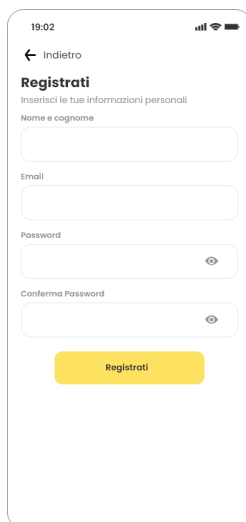

Fig. 2
- Inserire il proprio nome e cognome, indirizzo email e password e premere "Registrali" (fig.2). Successivamente arriverà una e-mail dove bisognerà confermare la registrazione dell'account.
- Enter your name and surname, e-mail address and password and press "Signup" (fig.2). Then you will receive an e-mail to confirm your account registration.
- Entrez vos nom et prénom, adresse e-mail et mot de passe et appuyez sur "S'inscrire" (fig.2).
- Geben Sie Ihren Vor- und Nachnamen, Ihre E-Mail-Adresse und Ihr Passwort ein und klicken Sie auf „Registrieren“ (Abb. 2). Danach erhalten Sie eine E-Mail, in der Sie Ihre Kontoregistrierung bestätigen müssen.
- Introduce su nombre y apellido, correo electrónico y contraseña y haga clic en "Regístrate" (Imagen 2). A continuación, recibirá un correo electrónico donde deberá confirmar el registro de la cuenta.